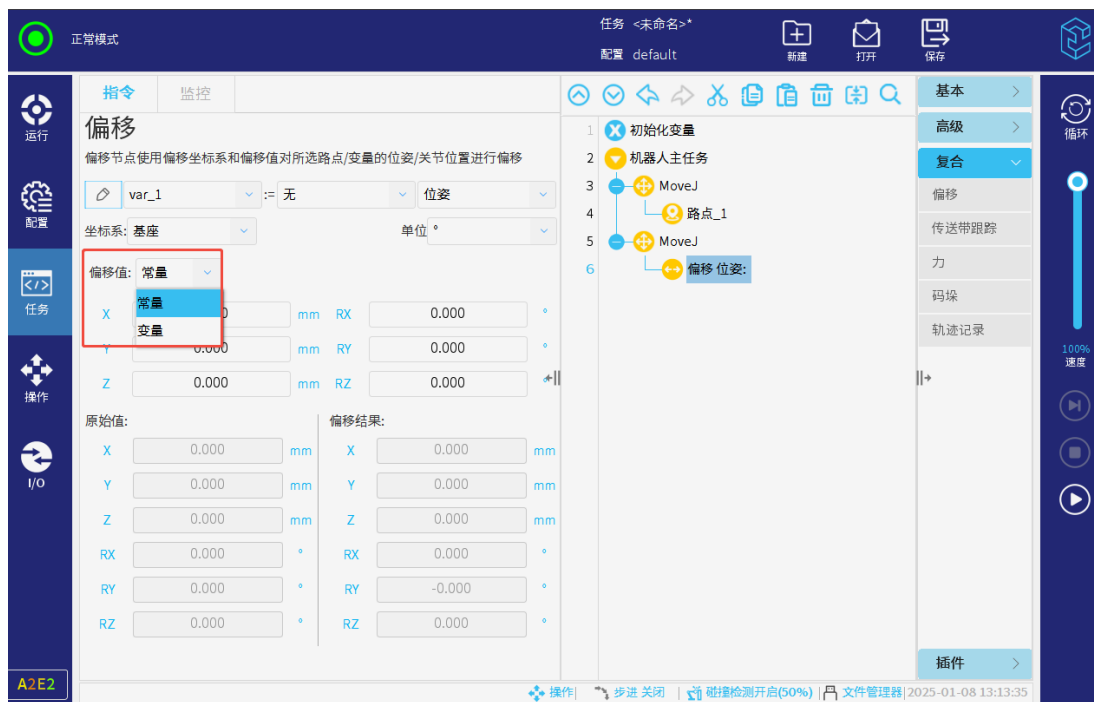

图 3-121: 指定偏移值
- 指定偏移数据值为常量值或是变量值，如图 3-121所示。